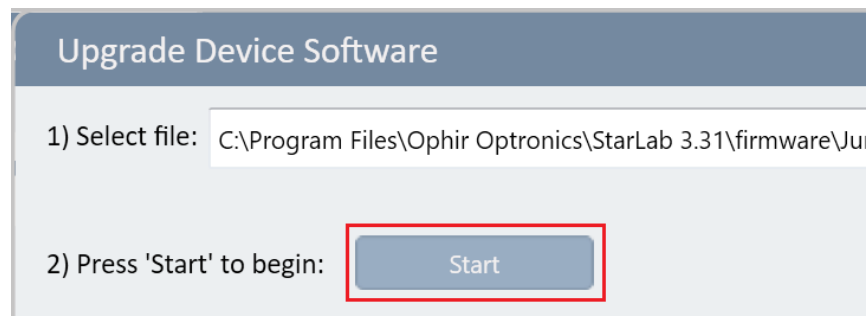

Abbildung 110: Fenster des Software-Upgrades für das Gerät
5. Lassen Sie den angezeigten Dateipfad unverändert und wählen Sie **Start**, um das Upgrade zu installieren (Abbildung 110).